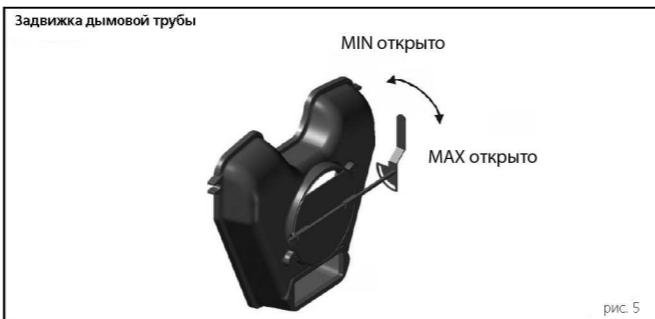

Рис. 5
- Задвижка дымовой трубы (рис. 5), при помощи которой можно регулировать тягу дымовой трубы, то есть, выведение дымовых газов в дымовую трубу. Задвижка находится на горловине дымохода котла и имеет ручное управление.